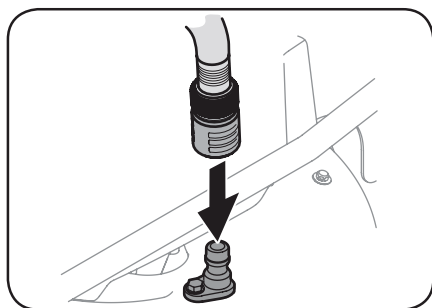

Figure 4-6
3. Fixez le boyau d'arrosage avec l'embout du gicleur situé sur le plateau de coupe. Voir Figure 4-6.